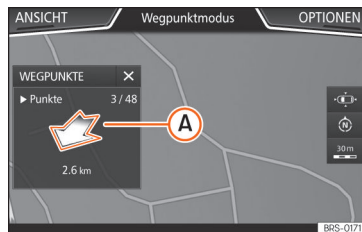

Abb. 229 Routenführung Offroad-Modus
- Die tendenzielle Fahrtrichtung wird durch Richtungspfeile auf gerader Linie im Pop-up-Fenster des Infotainment-Systems angezeigt » Abb. 229 (A).